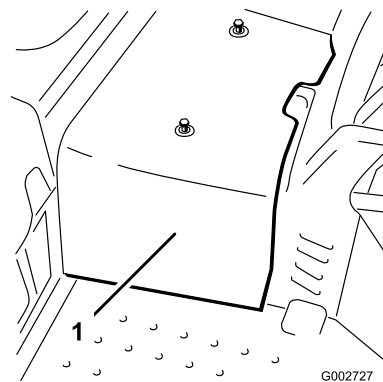

Рисунок 42
2. Ослабьте 2 винта крепления центрального кожуха к машине и снимите кожух (Рисунок 42).